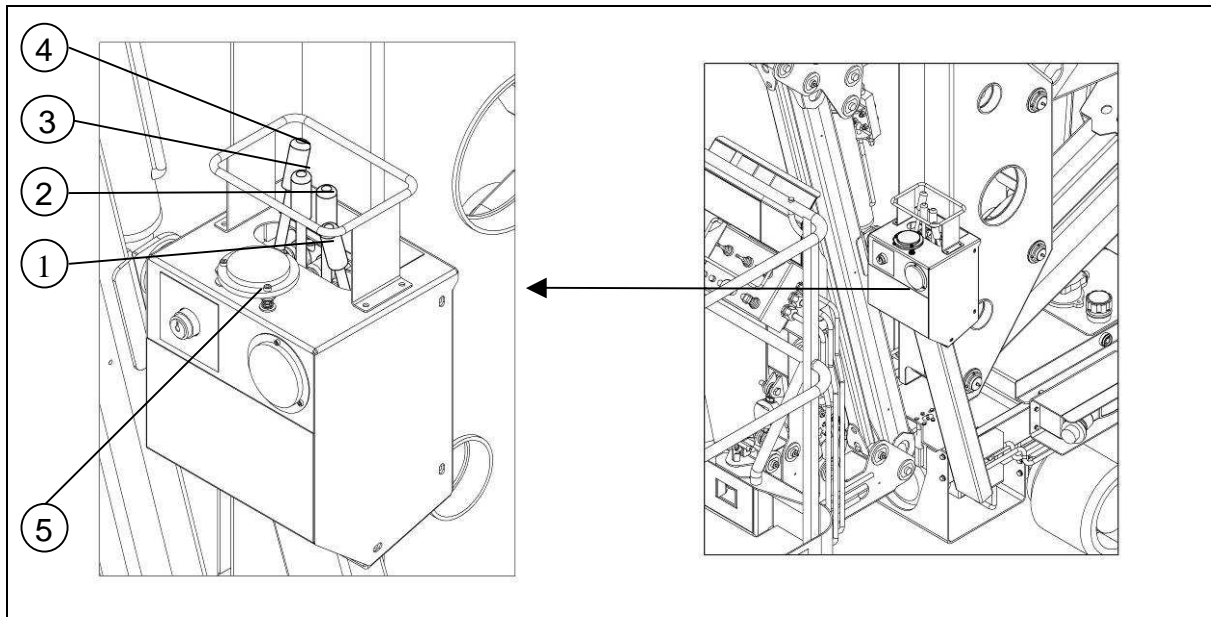

fig. 4.3.4
Die Stützen durch abwechselndes Betätigen der Hebel absenken, (pos. 1-2-3-4 fig. 4.3.4). Bei Herunterdrücken der Hebel fahren die Stützen aus, während sie bei Hochheben eingefahren werden. Die Stützen müssen voll ausgefahren werden, sodass die Raupen vollständig angehoben werden. Die Position der Stützensteuerungen wird in der Figur 4.3.4 dargestellt.
1. Die Wasserwaage (**pos.5 fig. 4.3.4**), die sich seitlich der Stützsteuerung befindet ständig beobachten und die Arbeitsbühne korrekt nivellieren, indem man die jeweiligen Hebel betätigt. Die Maschine ist korrekt nivelliert, wenn die Luftblase der Wasserwaage zentral (0°) ausgerichtet ist. .
- Die Stützen vollständig einfahren, indem man die Hebel (**pos.1-2-3-4 fig. 4.3.4**) alternativ betätigt.